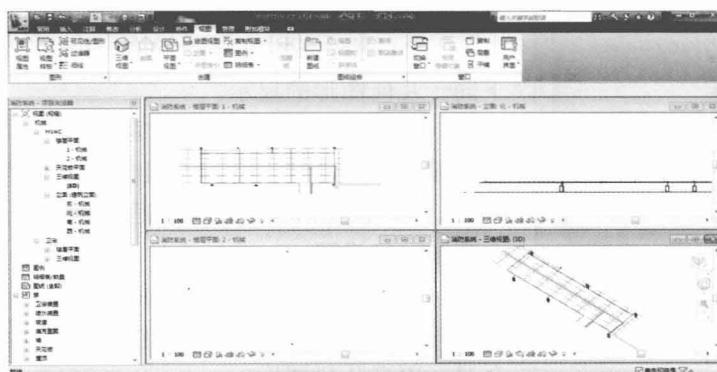

图 1-13
- 平铺：单击此按钮使当前打开的所有窗口平铺在绘图区域，如图1-13所示。